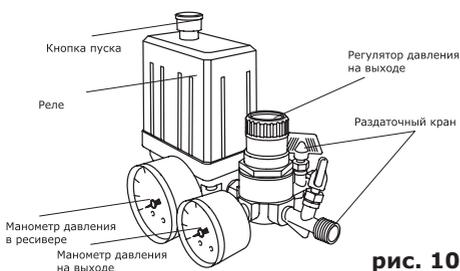

рис. 10
Подключение трехфазных моделей (КПР-630-110) производится через распределительный щит, который входит в комплект поставки (рис. 10). Подключение должно осуществляться только квалифицированным электриком в соответствии с правилами техники безопасности.
Блок управления компрессором имеет небольшие различия для разных моделей и в общем виде показан на рис. 10.
- при открытом раздаточном кране вращением по часовой (увеличение) или против часовой стрелки (уменьшение) регулятора давления установить необходимую величину давления, руководствуясь при этом показаниями манометра на выходе (рис. 10, стр. 13).